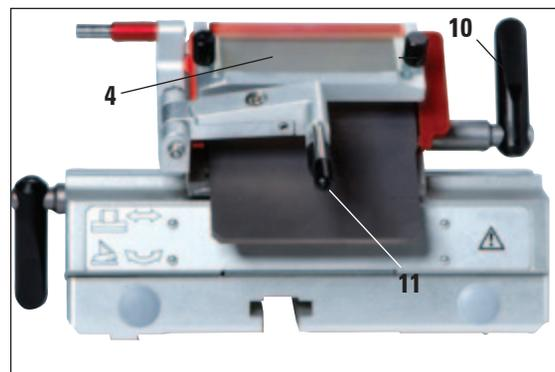

Abb. 4
4. Klemmhebel (10) durch Drehen im Uhrzeigersinn klemmen (siehe Abb. 4).
5. Schnittstreckersystem (4) mit Hebel (11) wieder nach rechts (zur Klinge) klappen.